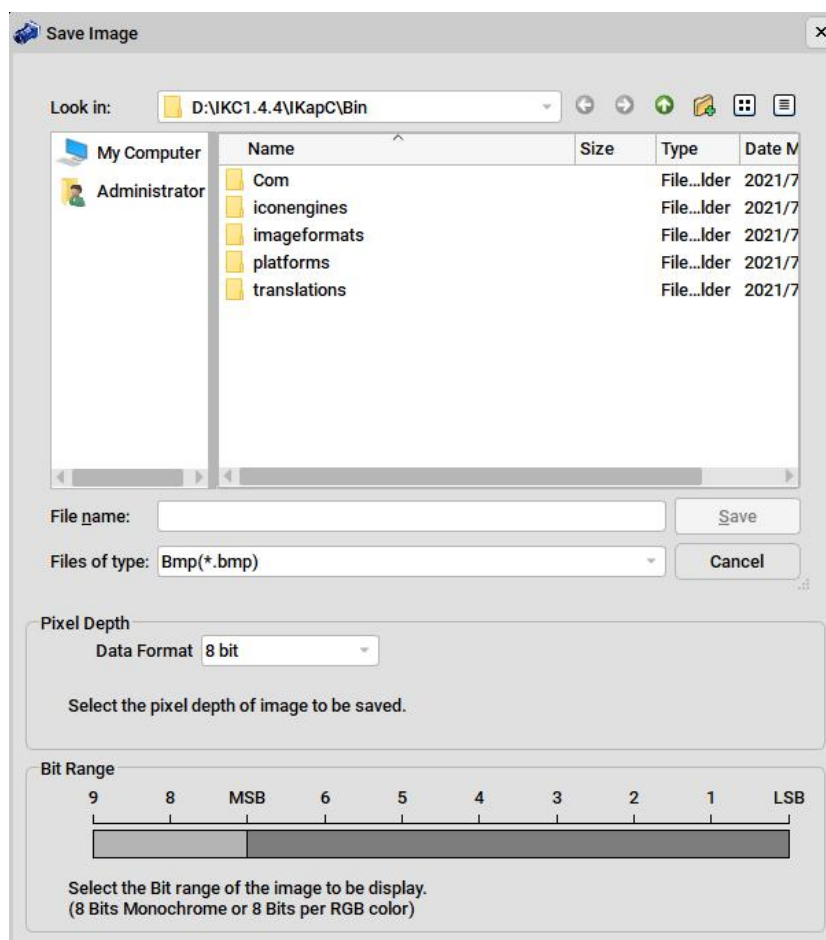

图 10 保存单张图像对话框
③对于像素深度大于 8Bit 的图像，用户可以选择保存全部像素信息或者截取其中任意 8Bit 的图像数据进行保存。当用户选择保存全部像素信息时（即图 10 “Pixel Depth” 面板中选择 “16 bits”），每个像素的每个通道数据会保存在两个字节中；当用户希望截取任意 8Bit 的图像数据进行保存时（即图 10 “Pixel Depth” 面板中选择 “8 bits”），可以在 “Bit Range” 面板中选择保存图像的有效数据范围。